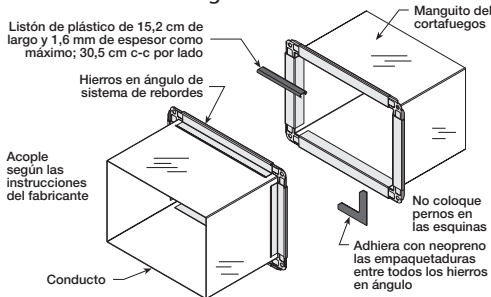

Figura 12 - Conexiones Desmontables
- Instale el sistema de conexión fabricado por Ductmate, Ward o Nexus como se ilustra en la Figura 12.